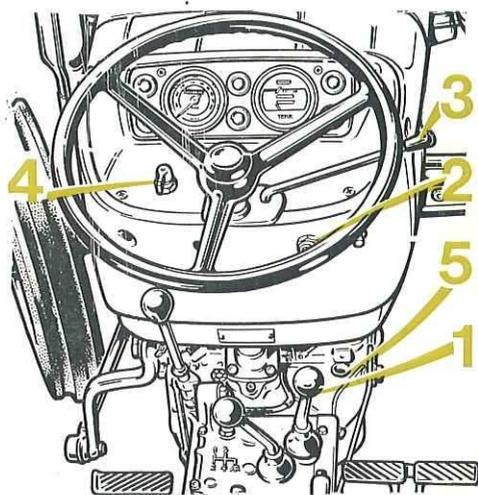

FIG. 32
4° Desserrer les raccords, côté injecteurs (6) sur au moins deux tuyauteries ; amener la manette d'accélération en position maximale et actionner le démarreur à plusieurs reprises d'une durée d'une dizaine de secondes chacune, en appuyant à fond sur le bouton (5) fig. 32 jusqu'à ce que le combustible s'écoule sans bulle d'air par les raccords des injecteurs.